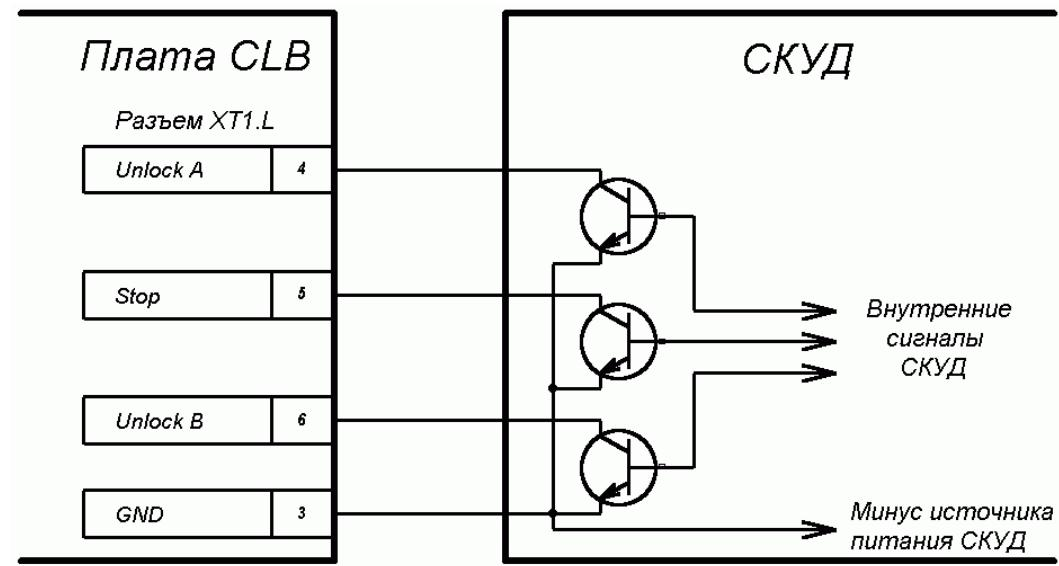

Рисунок 4.1 – Управляющие элементы внешнего устройства:
5.4.2 Управление турникетом осуществляется подачей на контакты клеммной колодки “XT1.L” Unlock A, Stop и Unlock B сигнала низкого уровня относительно контакта GND, при этом управляющим элементом могут быть нормально разомкнутый контакт реле или схема с открытым коллекторным выходом. Аварийная разблокировка турникета осуществляется снятием с контакта Fire Alarm сигнала низкого уровня относительно контакта GND, при этом управляющим элементом может быть нормально замкнутый контакт реле или схема с открытым коллекторным выходом (см. рисунок 4.1).